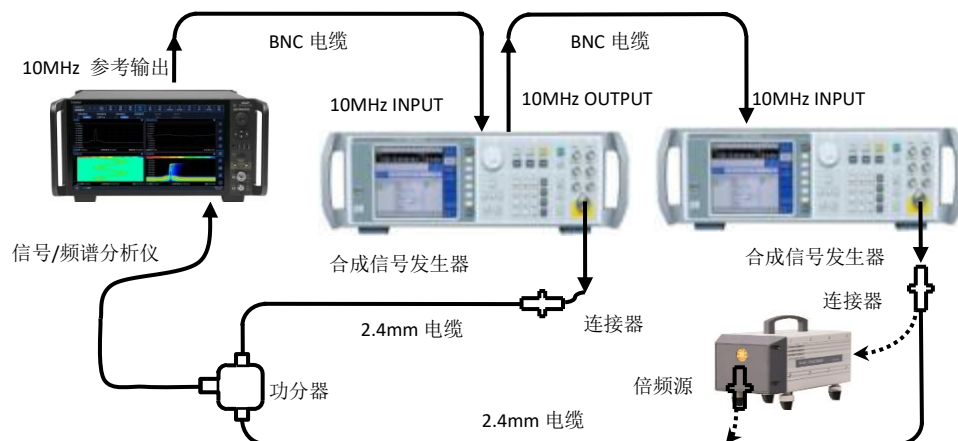

图 7.10 射频输入 2 端口频宽准确度测试示意图
- 1) 如图 7.10 连接仪器, 复位 4082, 设置 4082 为两台合成信号发生器提供频率参考。